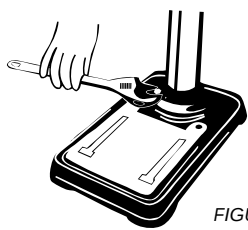

FIGURA 4
3. Firme a coluna usando os parafusos fornecidos (Figura 4).